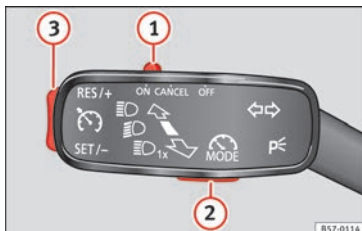

Abb. 185 Links von der Lenksäule: Hebel und Tasten zur Bedienung des Geschwindigkeitsbegrenzers.
Wenn Sie den Geschwindigkeitsbegrenzer – beispielsweise zum Überholen – vorübergehend deaktivieren möchten, bringen Sie den Schalter » Abb. 185 ❶ des Blinkerhebels in die Stellung **CANCEL** oder bringen Sie den dritten Hebel zum Druckpunkt **CANCEL** oder drücken Sie die Taste ❷ eines der beiden Hebel.